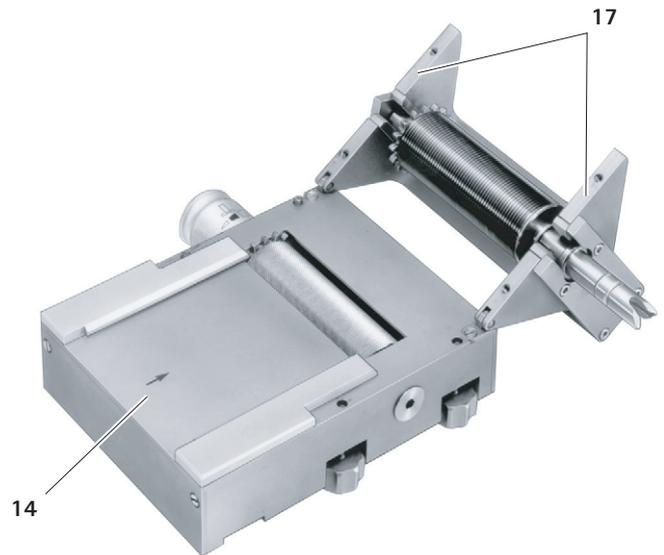

Abb. 2
- ▶ Oberteil 17 aufklappen, siehe Abb. 2.
- ▶ Oberteil 17 auf das Unterteil 14 klappen, siehe Abb. 2.